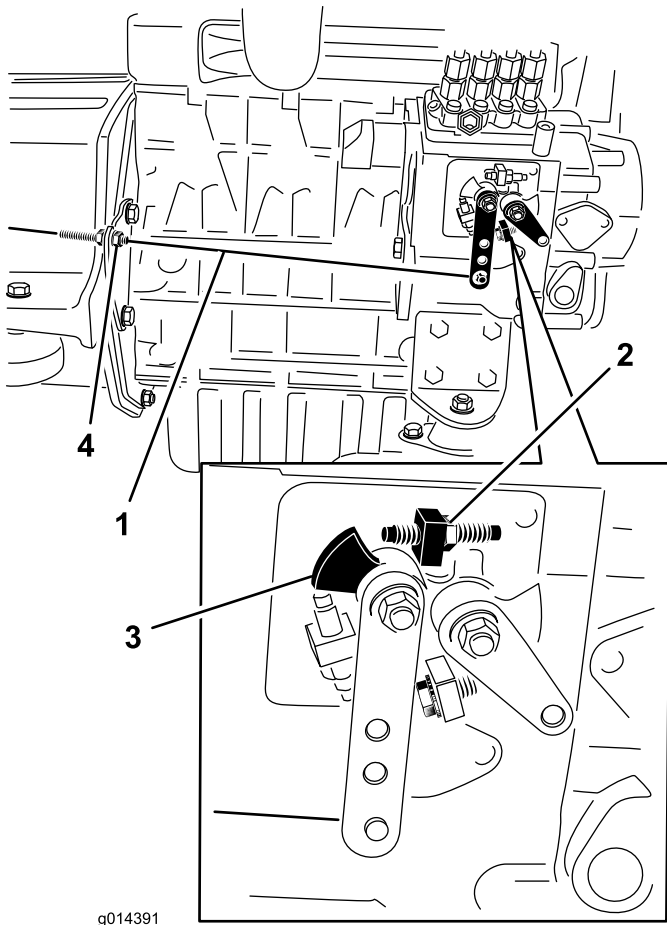

Figura 29
2. Verifique a posição da alavanca de controlo de velocidade na bomba de injeção de combustível. A alavanca de controlo de velocidade deve estar em contacto com o parafuso de alta velocidade quando a alavanca de controlo do regulador está na posição FAST (detenção) (Figura 29).
3. Se necessário, ajuste a posição das porcas de bloqueio no cabo de controlo do regulador até a alavanca de controlo da velocidade entrar em contacto com o parafuso de velocidade elevada quando a alavanca de controlo do regulador está na posição FAST (detenção) (Figura 29).